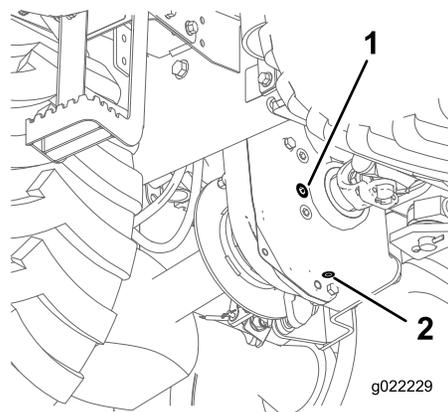

Figure 32
2. Nettoyez la surface autour du bouchon de remplissage avec un solvant de nettoyage (Figure 32).